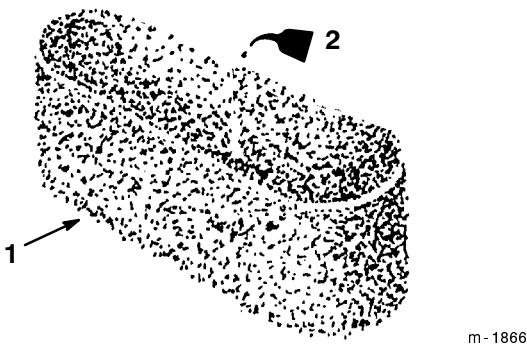

Figure 25
- Imbibez l'élément de 30 à 60 ml d'huile (Fig. 25). Pressez l'élément pour bien répartir l'huile.